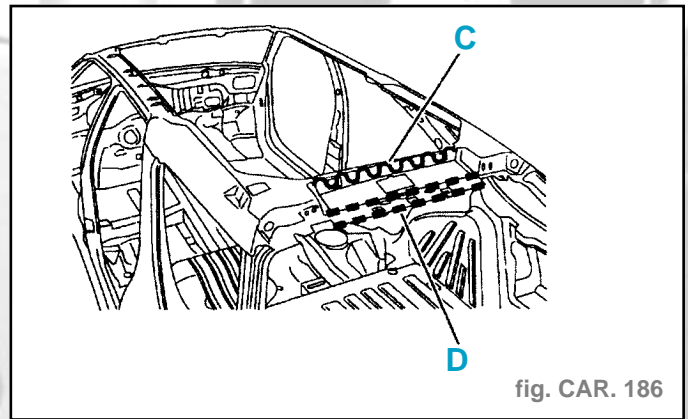

fig. CAR. 186
- Appliquer un mastic d'étanchéité et de soudage; suivant (B).
- Appliquer une colle de calage structurale; suivant (C) (fig. CAR. 186).
- Appliquer un mastic d'étanchéité et de soudage; suivant (D).